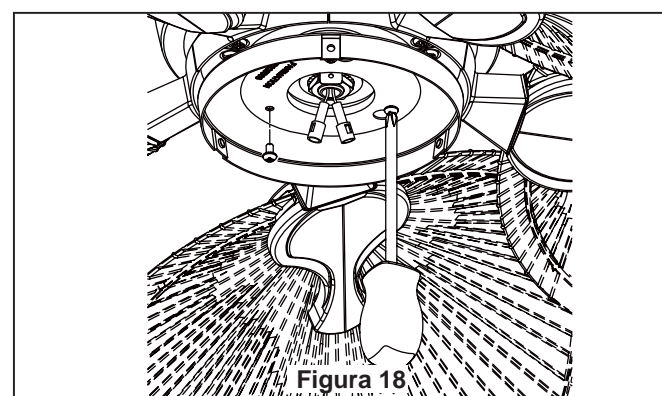

Figura 18
- ☐ 4. Extraiga uno de los tres tornillos del soporte ubicado en la parte inferior de la unidad del motor. Afloje levemente los otros dos tornillos. Instale la unidad de la placa de luz en el soporte utilizando las dos ranuras principales de la placa de conexión. Vuelva a colocar el tercer tornillo y asegure los tres tornillos. (Figura 18)